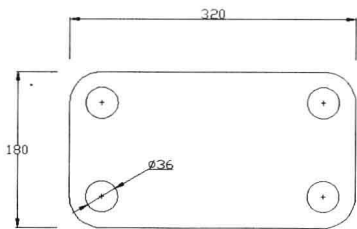

图 9-6-1
(2) 选择菜单命令“绘图/圆/圆心、半径”，捕捉并单击圆角的圆心，命令行提示“指定圆的半径或[直径(D)]”，输入“18”，按Enter键，绘制一个圆。
(3) 用同样的方法创建所有矩形圆角内侧的圆，如图9-6-1所示。